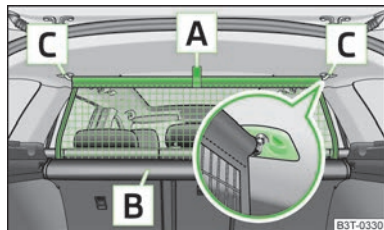
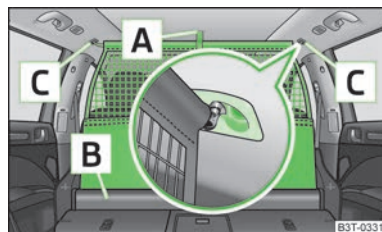

Fig. 78
Fig. 79
- ¡Asegurarse de que la barra transversal está insertada en los alojamientos **C** » fig. 78 de la página 83 o » fig. 79 de la página 83 en la posición delantera!
- Tirar de la red de separación por la lengüeta **A** » fig. 78 y sacarla de la caja **B** en la dirección de las fijaciones **C**.
- Tirar de la barra transversal un poco hacia atrás, primero en un lado y seguidamente en el otro lado, y sacarla los alojamientos **C** » fig. 78.
- Tirar de la red divisoria por la lengüeta **A** » fig. 79 y sacarla de la caja **B**.
- Tirar de la barra transversal un poco hacia atrás, primero en un lado y seguidamente en el otro lado, y sacarla los alojamientos [C] » fig. 79.